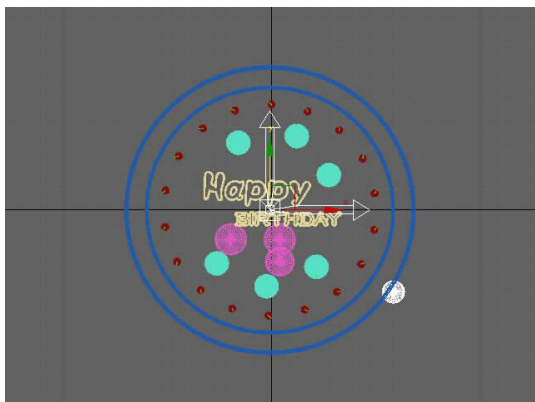

图 2-79 对齐轴
Step 23. 进入  创建面板 →  几何形体 → 球体, 在蛋糕底部创建球体, 打开仅影响轴, 使用  对齐工具将球体的轴心对齐到蛋糕的中心, 如图 2-79 所示。